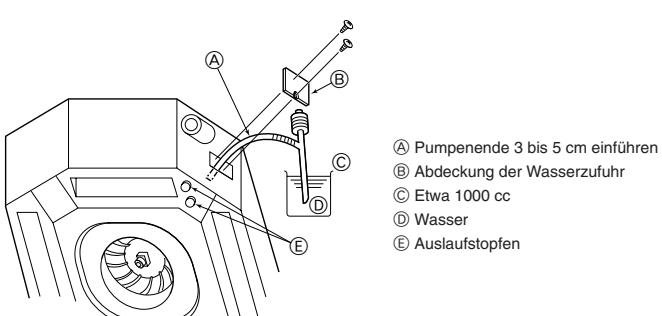

Fig. 6-2
6.1. Überprüfung der Dränage (Fig. 6-2)